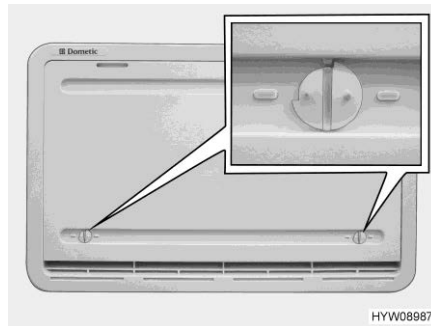

Fig. 254 Protection hivernale
Quand le réfrigérateur doit être utilisé à basses températures extérieures, le fabricant recommande d'employer une protection hivernale (Fig. 254) pour ses grilles d'aération du réfrigérateur.
- Ouvrir les deux dispositifs de verrouillage (Fig. 254) (la rainure est à l'horizontale).